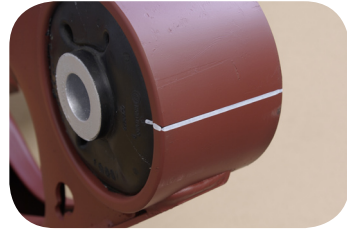

Abb. 5 · Markierung auf Funktionslenker
- An der markierten Stelle eine gerade Linie ziehen. Durch die aufgebrachte Markierungslinie (Abb. 5) kann die neue 3D-Buchse später genau an derselben Stelle in der gleichen Stellung im Funktionslenker wieder eingebaut werden.